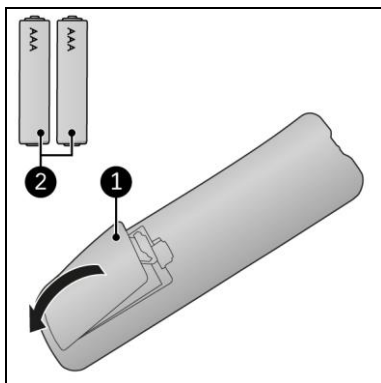

Figure 11
1. Retirez le couvercle (figure 11, pos. 1).
3. Insérez deux piles (AAA 1,5 V) (figure 11, pos. 2) comme indiqué dans le compartiment à piles. Veillez à insérer les piles correctement.
5. Retirez les piles de la télécommande (Figure 11).